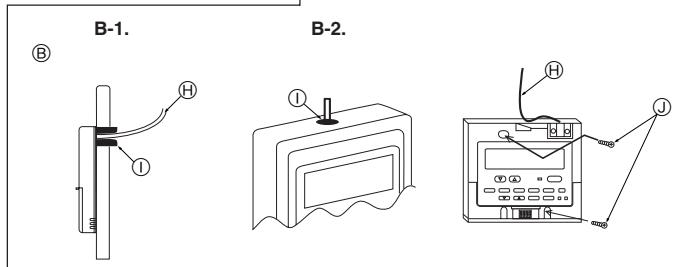

Fig. 7-3
- (2) Vede a entrada de serviço do fio do controlo remoto com betume para evitar a invasão possível de gotas de condensação, água, baratas e vermes. (Fig. 7-3)